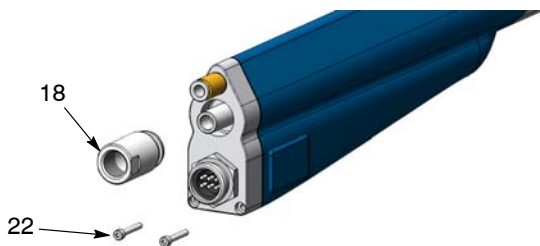
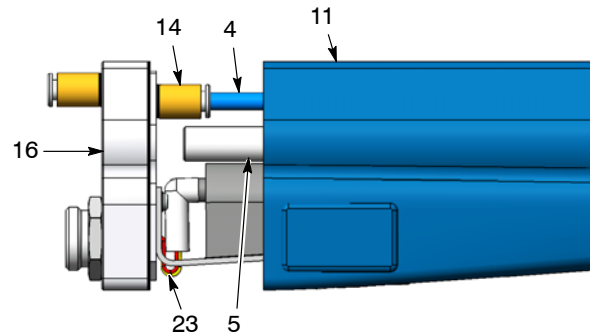

Abb. 36 Wärmesenkenschrauben und Haltemutter abnehmen
Abb. 37 Wärmesenke vom Gehäuse abziehen
5. Siehe Abbildung 36. Die zwei Schrauben (22) mit einem 2,5 mm Innensechskantschlüssel abnehmen, dann die Haltemutter (18) vom Pulverrohr abschrauben.
6. Siehe Abbildung 37. Die Wärmesenke (16) vom Gehäuse (11) abziehen und den Luftschlauch (4) vom Stecker (14) abnehmen.
8. Siehe Abbildung 37. Die Luftleitung (4) an den internen Stecker (14) anschließen.
9. Die Wärmesenke (16) gegen das Gehäuse zurückschieben, dabei den Pulverschlauch (5) durch die Wärmesenke führen. Sicherstellen, dass die Kabelleiter (23) nicht zwischen Gehäuse und Wärmesenke gequetscht werden.
10. Siehe Abbildung 36. Die Haltemutter (18) auf den Pulverschlauch schrauben und gut festziehen. Nicht zu fest anziehen. Sonst nimmt das Kunststoffgewinde am Pulverrohr Schaden.
11. Die zwei Innensechskantschrauben (22) in der Wärmesenke installieren und gut festziehen.